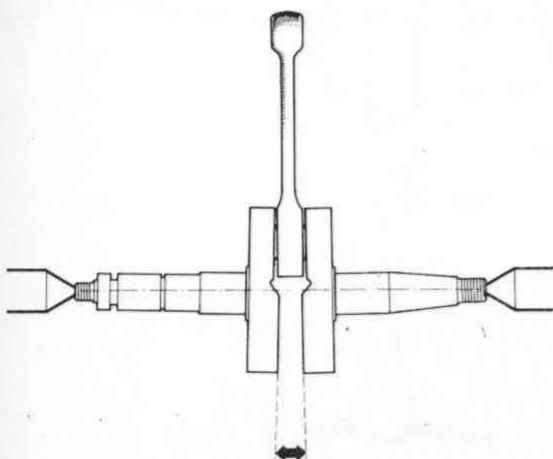
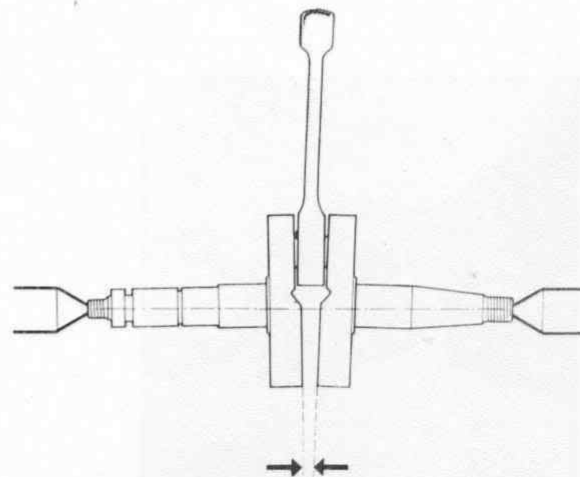

fig. 37
fig. 38
2) Contrapesos cerrados o abiertos (fig. 37 y 38).
De nuevo se marca el punto de máxima desviación. Se alinea según la posición de los contrapesos hacia fuera (fig. 37) o hacia dentro (fig. 38) mediante golpe de martillo de cobre (fig. 40) o metiendo una cuña (fig. 41).